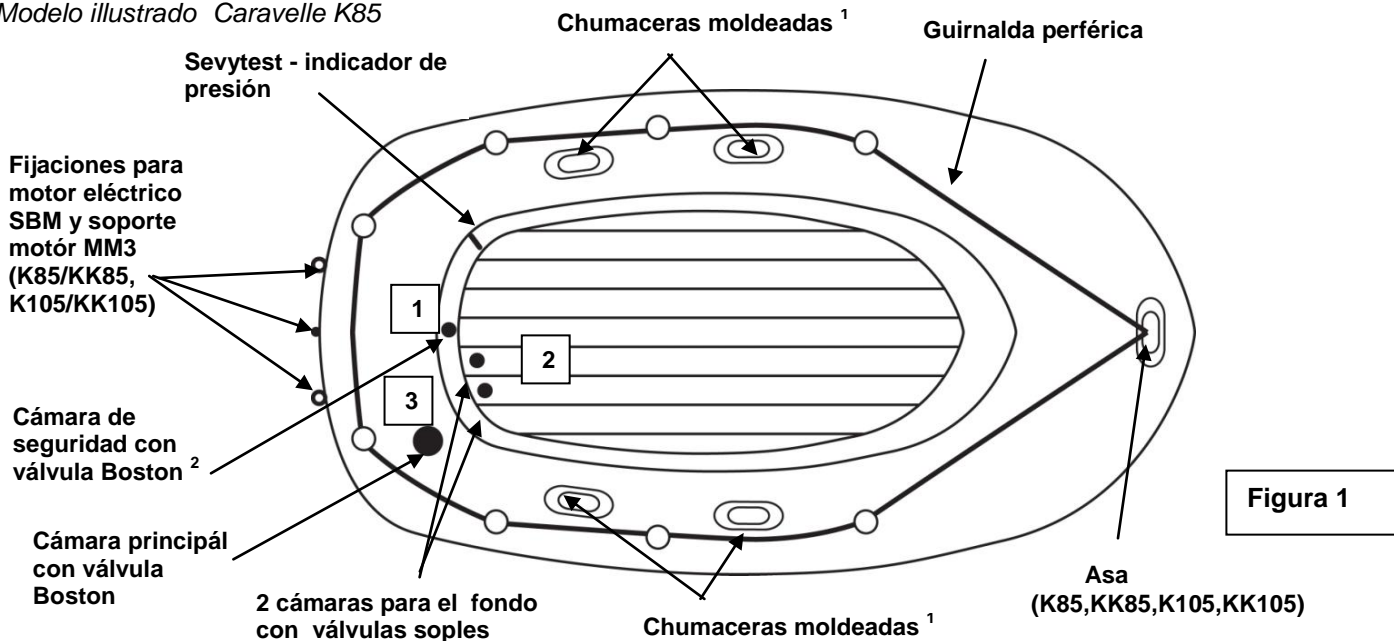

Figura 1
- Válvula(s) Boston (figura al lado) : para hinchar, quitar el tapón de la válvula (1) ; enroscar el cuerpo de la válvula (2) en la base de la válvula (3), sobre el flotador ; verificar que el tapón sigue siendo accesible. Insertar la extremidad del tubo del hinchador en la válvula. Hinchar el flotador hasta la presión requerida (ver punto 3). Al terminar el inflado, cerrar la(s) válvula(s) con el tapón. **NOTA** : es normal comprobar un ligero escape de aire antes de apretar el tapón de una válvula. **ÚNICAMENTE LOS TAPONES ASEGURAN LA ESTANQUEIDAD FINAL.**
- Hinchar la embarcación siguiendo el orden de hinchado indicado en la placa de identidad imprimida sobre el producto (referirse también a la figura 1, numeración de las válvulas).
3. Presión requerida : **la presión de utilización es de 0,06 bar (= 60 mBar). No superarla.** La embarcación es equipada de un SEVYTEST, un indicador de presión que permite verificar la presión. Hinchar en primer lugar la cámara de seguridad (figura 1) hasta alcanzar la indicación "A" del Sevytest ; después, la cámara principal (figura 1) hasta alcanzar la indicación "B". **Sobrepresión** : deje escapar aire hasta alcanzar la presión requerida. **Poca presión** : vuelva a hinchar ligeramente. **NOTA** : después de numerosos hinchados, es posible que la indicación del SEVYTEST no vuelva a su posición inicial debido a un alargamiento del PVC bajo la influencia de la presión. Sin embargo permitirá verificar que la indicación permanece en la zona recomendada.